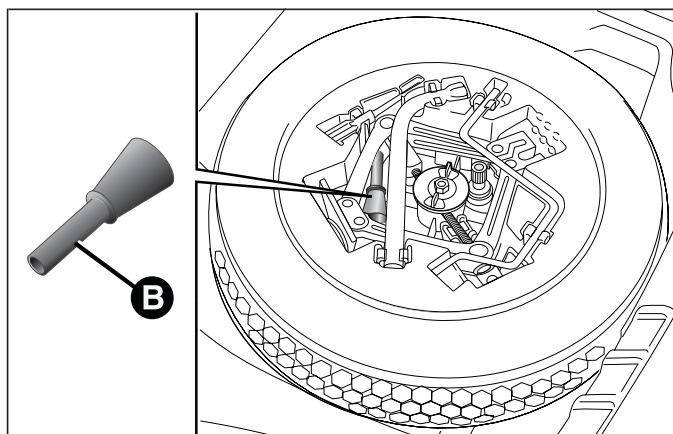
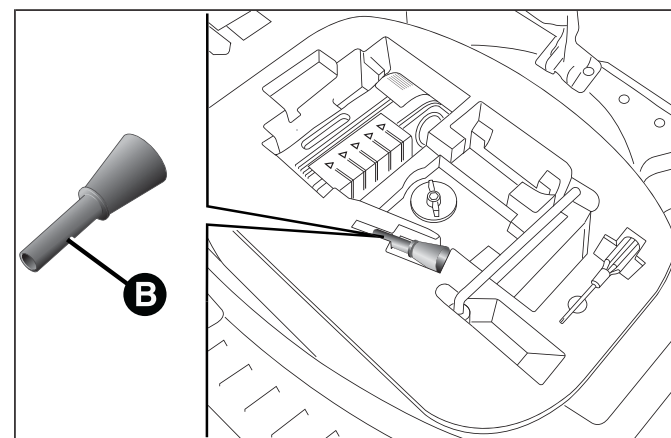

fig. 83
fig. 84
- aprire il bagagliaio e prendere l'apposito adattatore B ubicato nel contenitore portattrezzi (versioni dotate di ruotino di scorta - per versioni/mercati, dove previsto) fig. 83 o nel contenitore del Fix&Go Automatic (versioni dotate di Fix&Go Automatic) fig. 84;